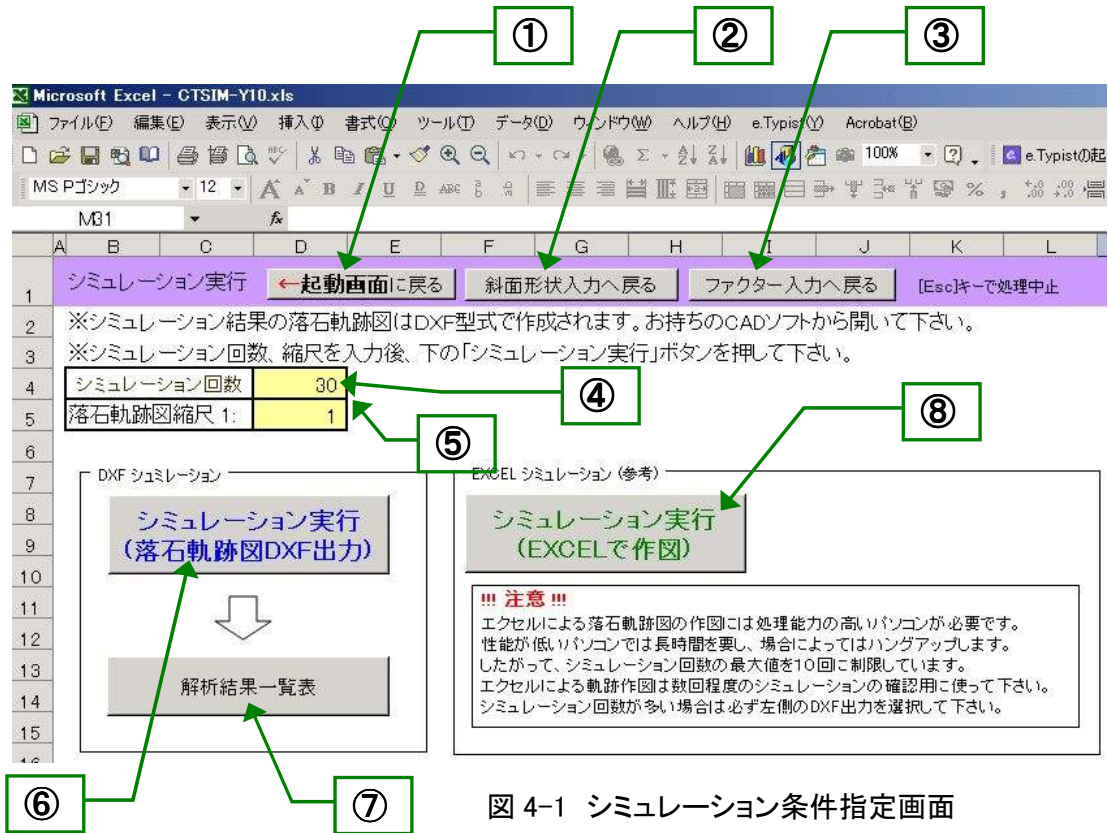

図 4-1 シミュレーション条件指定画面
- ③: シミュレーション実行画面(図 4-1)に進みます。
- ④: 黄色のセルを全て入力してください。
- ②: シミュレーション実行画面(図 4-1)に進みます。
- ②: DXFによるシミュレーション画面(図 4-1)に戻ります。